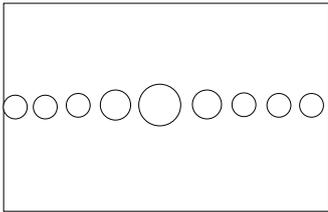

FIG. 1
- Lente de cortina horizontal (fig. 1)
Tornillo para sistema anti-desmonte - fig.1
Realice los agujeros para el paso de cables y aquellos para la fijación en la pared, tome la medida para fijar una cuña (3 mm de tamaño) al sistema anti-desmonte. (vea arriba las fig. 1 y fig. 2)
Para la fijación en la pared se puede utilizar la articulación contenida en el paquete. El fondo de la cubierta está preparado para la aplicación de la articulación y el paso interno de cables de esta última. En la imagen se puede ver cómo debe utilizarse. En caso de utilización de la articulación, para el cierre del tamper anti-desmonte, es preciso montar el tornillo específico en el alojamiento que se muestra en la fig. 1.